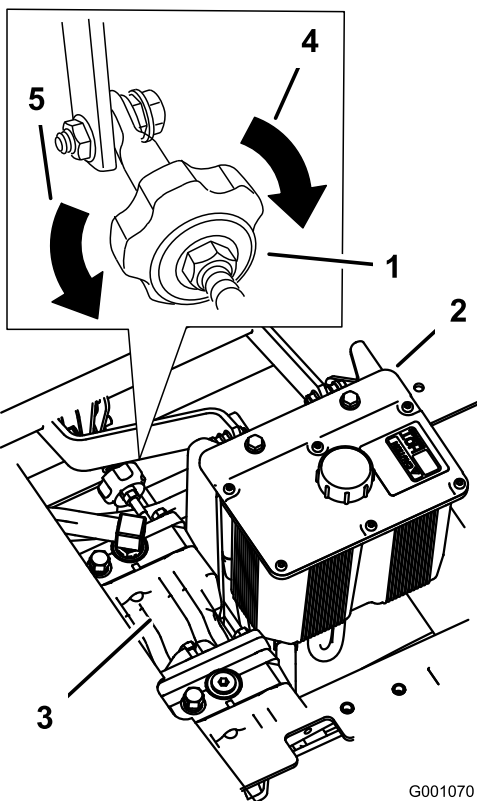

Bild 102
2. Stellen Sie die Länge der Pumpstange ein, indem Sie das Handrad an der Stange so weit in die entsprechende Richtung drehen, bis das Rad stillsteht oder sich leicht zurückdreht (Bild 102).